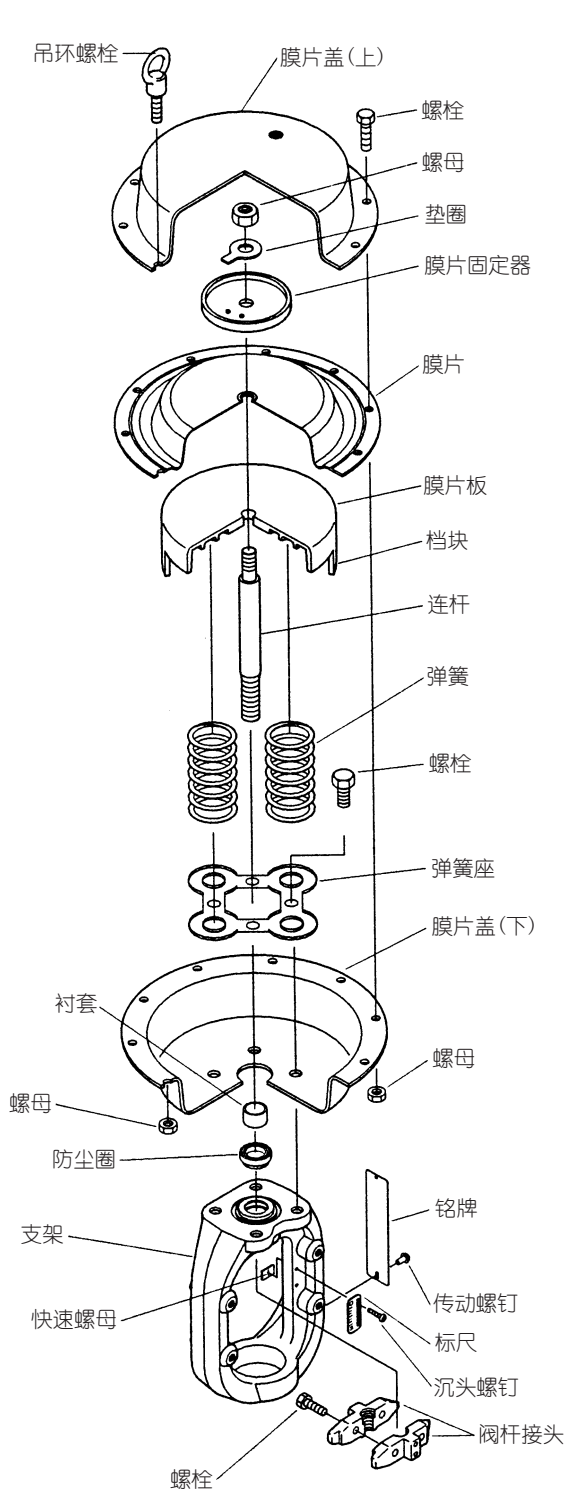
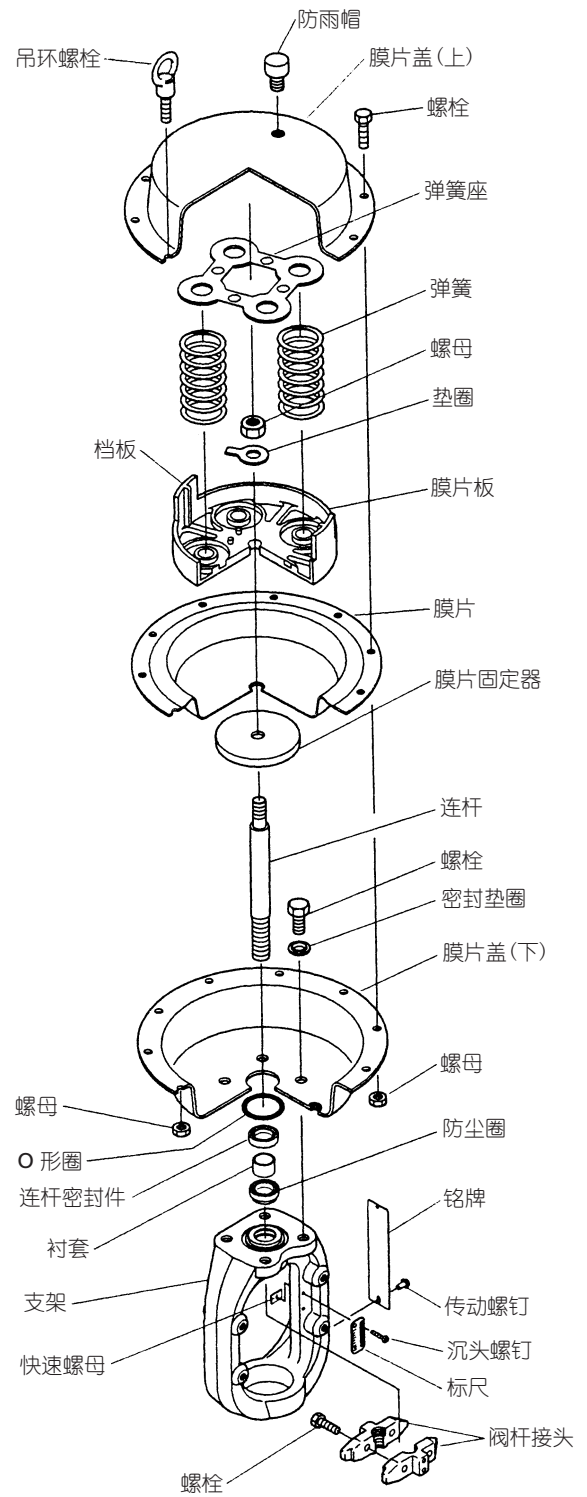

图 4-8 正作用 PSA1D 型
图 4-9 反作用 PSA1R 型
A. 正作用型 (参见图 4-8)
- (1) 断开气管，然后从执行机构上拆下附件。
- (2) 拆下阀杆接头。
- (3) 从膜片盖上拆下固定螺栓（一对吊环螺栓除外）。
- (4) 交替并均匀松开一对吊环螺栓。使用这对吊环螺栓可对弹簧进行初始定位。
- (5) 拆下膜片盖。将执行机构连杆向上拉，并连同膜片一起拉出。
- (6) 取出弹簧。
B. 反作用型 (参见图 4-9)
- (5) 拆下膜片盖。取出弹簧。
- (6) 将执行机构连杆向上拉，并连同膜片一起拉出。
• 参见图 4-8。
参见图 4-8。
参见图 4-9。